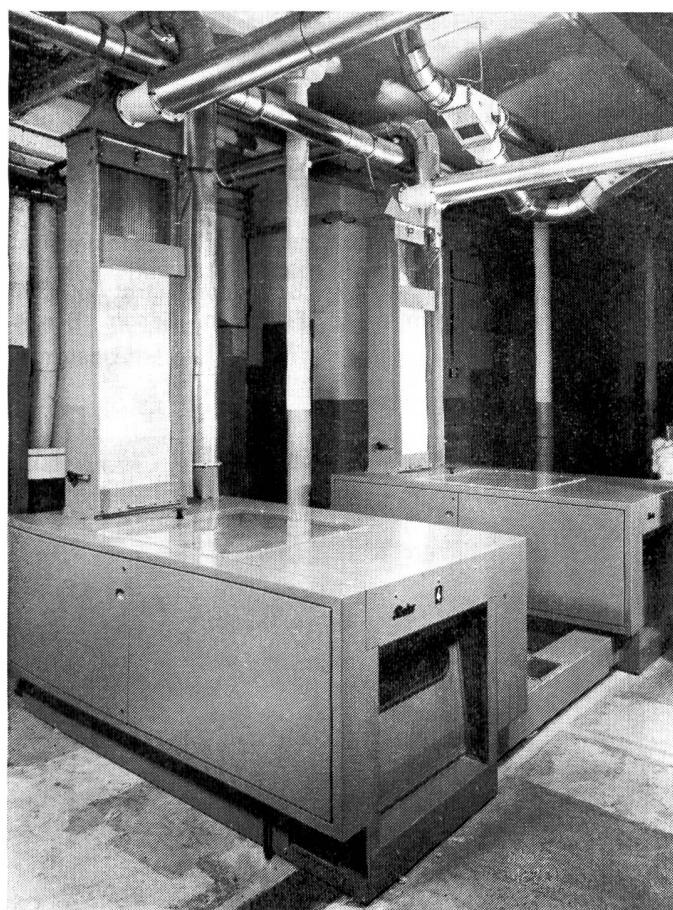

Abbildung 1 Contimeter, Rieter
*Mischen* — Auch hier werden von den meisten Herstellern Mischmaschinen angeboten. Eine der interessantesten Entwicklungen zum Mischen von unterschiedlichen Faserkomponenten ist dabei das «Contimeter» von Rieter (Abbildung 1). Das Contimeter ist das Herzstück eines neuartigen, elektronisch gesteuerten Mehrkomponentenmischverfahrens in der Putzerei. Die Dosierung der Anteile erfolgt kontinuierlich. Das Herzstück ist eine Waage,